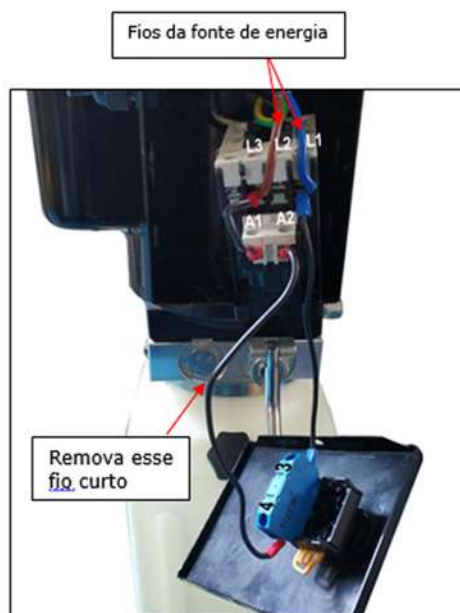

Fig. 40
2. Conexão do fio da chave fim de curso: Remova o fio curto que conecta o nº 4 e o nº A2, conforme mostrado na Fig. 40. Em seguida, de acordo com o número do fio da chave fim de curso, conecte-os respectivamente ao terminal 4# do botão de controle e A2# do contator CA.